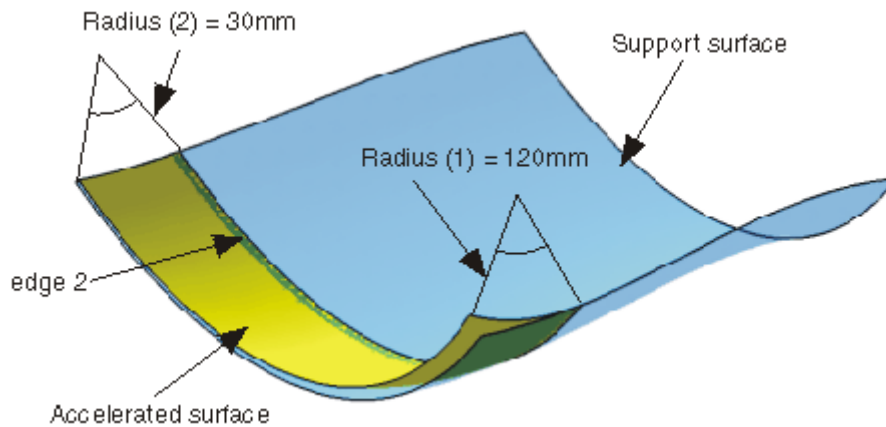

Figura 2.79 Aplicación Radius.
- **Radius:** radio de curvatura en el borde de la superficie resultante como en la Figura 2.79, perpendicular a la superficie de apoyo (“edge 2”).